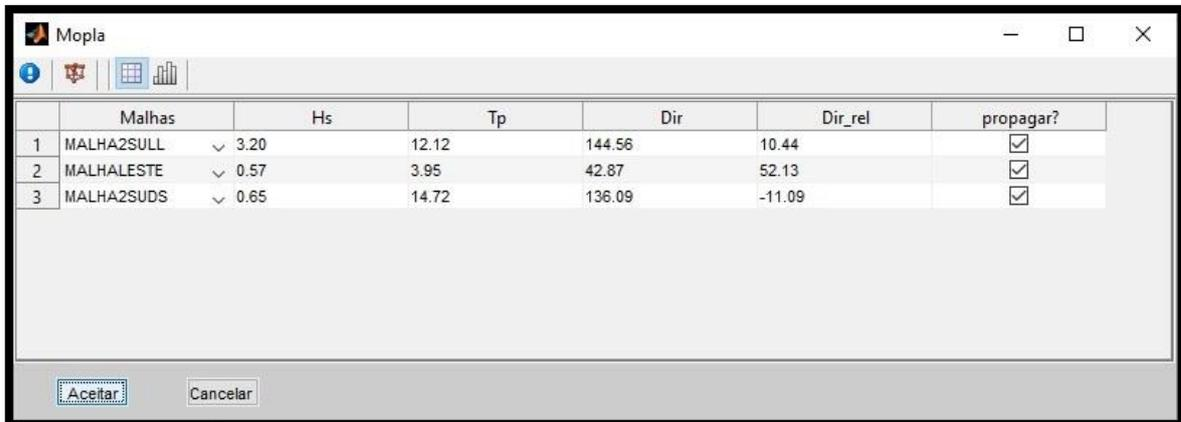

Figura 37 – Seleção dos casos a se propagar com suas respectivas malhas e parâmetros que caracterizam os casos de ondas.
- **Janela “Malhas”** () (Figura 37): Nesta janela mostram-se os casos que foram gerados. É possível desativar os casos que o usuário não deseja propagar, simplesmente clicando nos quadrados na coluna "propagar?". Não alterar nada nesta janela. **IMPORTANTE: Caso uma das malhas não apareça aqui, não tem problema algum, pois o caso escolhe a malha com a menor direção de entrada de onda (direção do caso em relação à malha). Como foram escolhidos apenas 3 casos a se propagar (devido ao alto esforço computacional), pode ser que alguma malha fique de fora. Quanto maior for o número de casos, maior será o tempo de execução.**